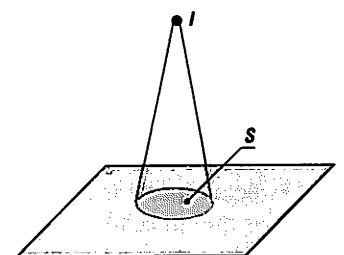

Fig. 4 : Définition de la luminance.
**Définition de la luminance** : c'est le quotient de l'intensité lumineuse, dans une direction donnée par l'aire de sa projection sur un plan perpendiculaire à cette direction (*fig. 4*).